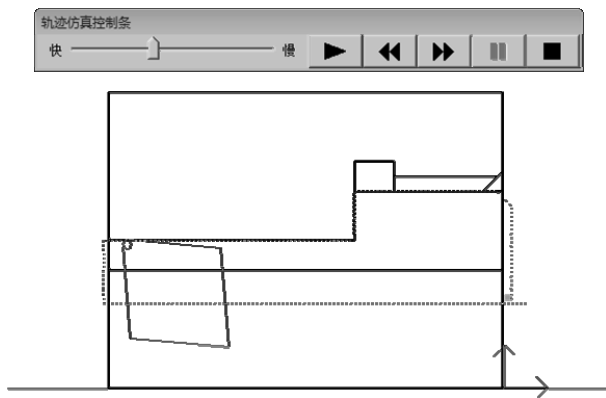

图 6-86 精车内孔外圆轨迹仿真结果
(5) 轨迹仿真 轨迹仿真是对已有的加工轨迹进行加工过程模拟,以检查加工轨迹的正确性。选择下拉菜单“数控车”→“轨迹仿真”命令,或直接单击数控车工具栏中的“轨迹仿真”按钮,系统在“命令提示”栏中显示“拾取刀具轨迹”,然后单击立即菜单,在立即菜单选项中选择“动态”,并设定步长大于 0。单击已经生成的加工轨迹,轨迹变成红色表示被选中,然后单击右键结束选取,系统便弹出仿真控制条,按开始键开始仿真。仿真过程中可进行暂停、上一步、下一步、终止和速度调节操作,如图 6-86 所示。如果仿真结果不是很理想,可以通过修改参数来改变。